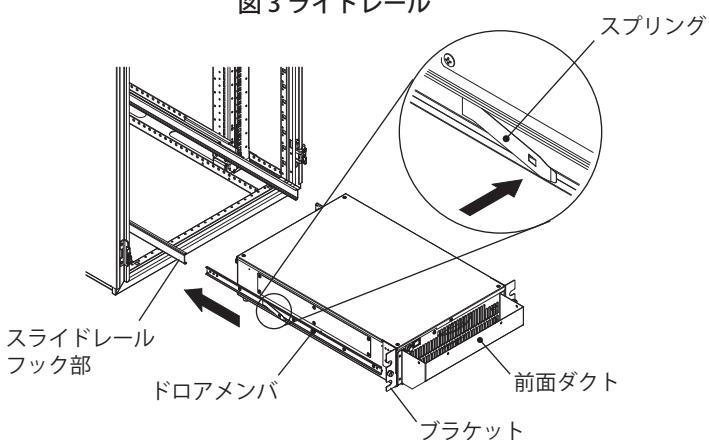

図5 本体取付
- 前後のケージナット式マウントアングルの間隔に併せ、スライドレールの長さを調整しながら(調整範囲: 700~850mm)スライドレールのフック部を前後左右同じ高さになるように引っ掛けしてください。その後、スライドレールの長さ調整用ねじを締め、取付ねじ M5×12にて前後を仮固定してください。(図5)